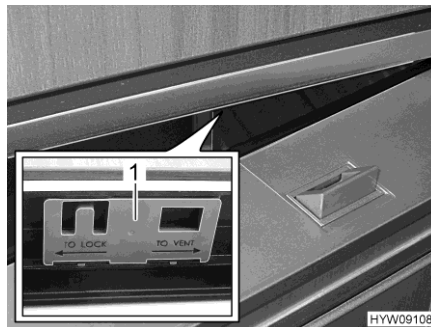

Bild 95    Kylskåpsdörr (ventilations-
- Skjut spjället (Bild 95,1) åt höger.